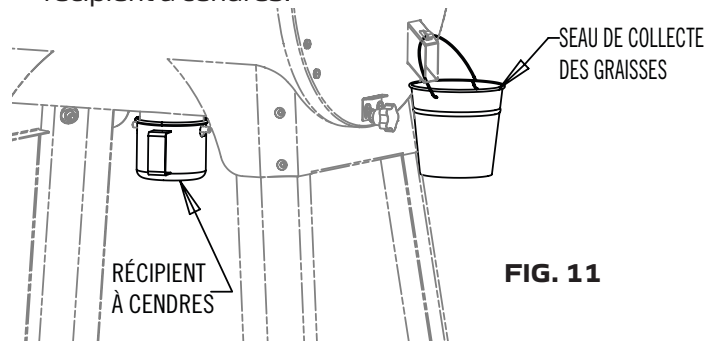

FIG. 11
1. Suspendre le seau de collecte des graisses à son conduit d'évacuation comme indiqué à la Fig. 11.
1. Monter le récipient à cendres comme indiqué à la Fig. 11. Ne jamais utiliser le barbecue sans y monter le récipient à cendres.